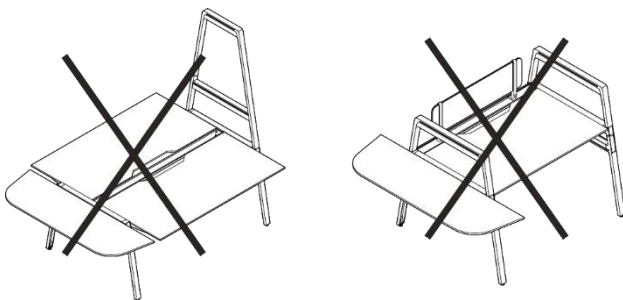

Bild 13 Halbbrunde Anbauplatte, unzulässiger Anbau
- Doppelarbeitsplatz, Sitzhöhe (siehe Bild 13, links).
- Einzelarbeitsplatz (siehe Bild 13, rechts).